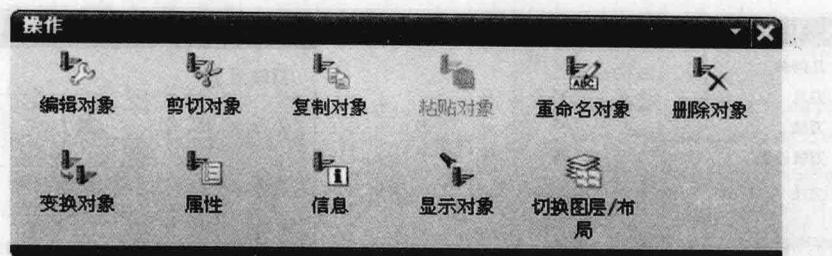

图 1-9 对象【操作】工具栏
③ 对象【操作】工具栏。这个工具栏都是针对操作导航器中的各种对象实施某些动作的工具，如图 1-9 所示。